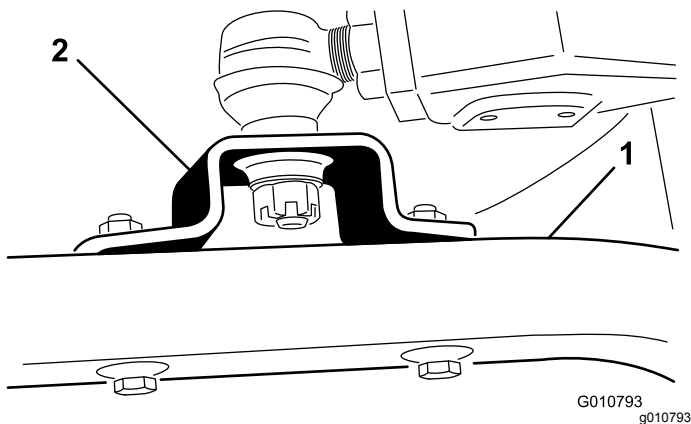

図 19
3. ボールジョイントマウントをデッキのキャスタームに固定しているキャップスクリューとロックナットを外す 図 19。